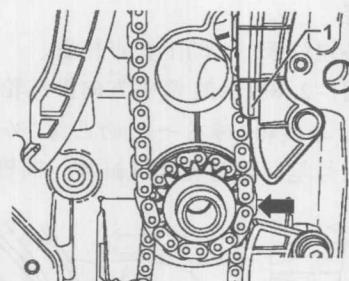

图1-2-13 正时链安装注意事项
⑦正时链必须贴紧滑轨1和曲轴链轮，如图1-2-13所示箭头。